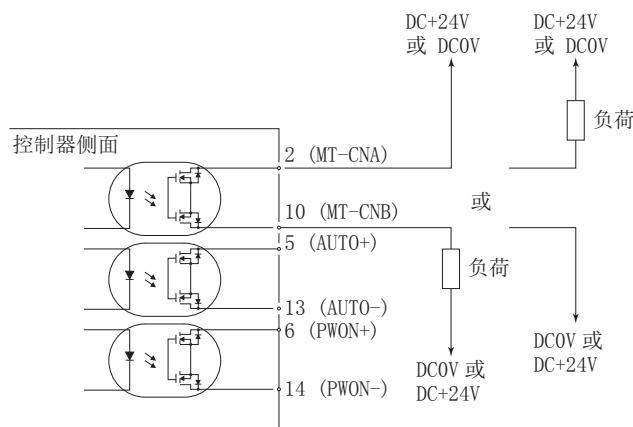

图 39
- 外加电压 (V) \leq DC+30V
用户需要另行准备输出电路的电源。建议对输入 / 输出连接器 B④使用单独的电源。有关连接，请参考图 39。